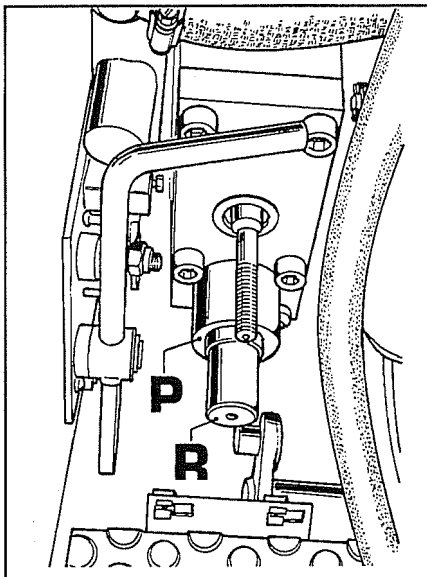

Fig. 17
c. Aplicar na chapa o anel **P** de diâmetro interno de 29 mm, e a seguir introduzir o tampão de centragem **R** (fig.17).